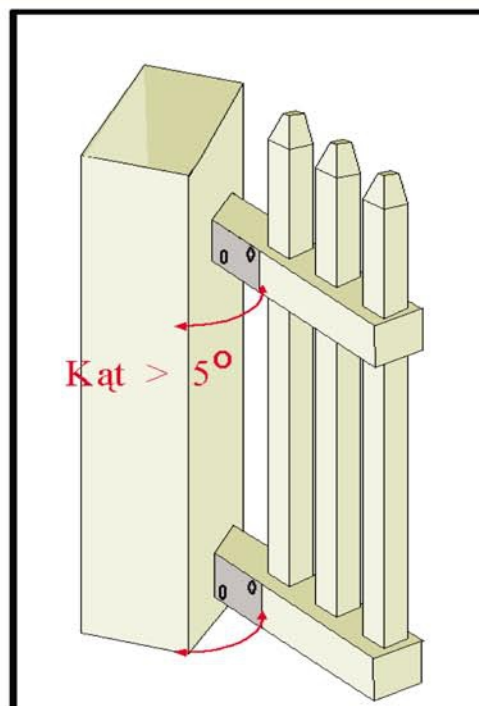

Rys.31
- umieścić sekcję w uchwytach, skontrolować poziom sekcji i przymocować wkrętami Rys.31